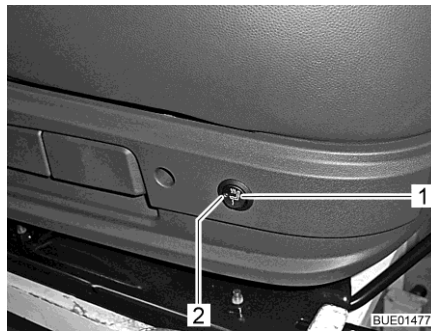

Fig. 35 Interrupteur du chauffage de siège
- Appuyer sur l'interrupteur (Fig. 35,1) situé à l'arrière, du côté gauche de la console de siège.
La DEL (Fig. 35,2) est allumée quand le chauffage de siège fonctionne.
- Placer l'interrupteur (Fig. 35,1) en position intermédiaire. La DEL s'éteint.